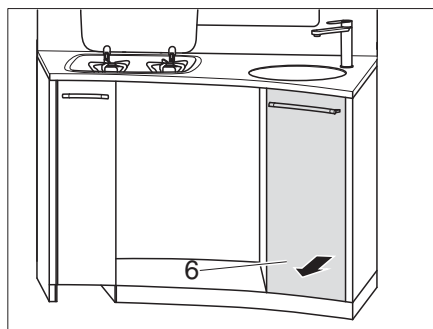

Bild 118 Ta ut hög kökslåda
- Ta ut hög kökslåda (Bild 118,6).